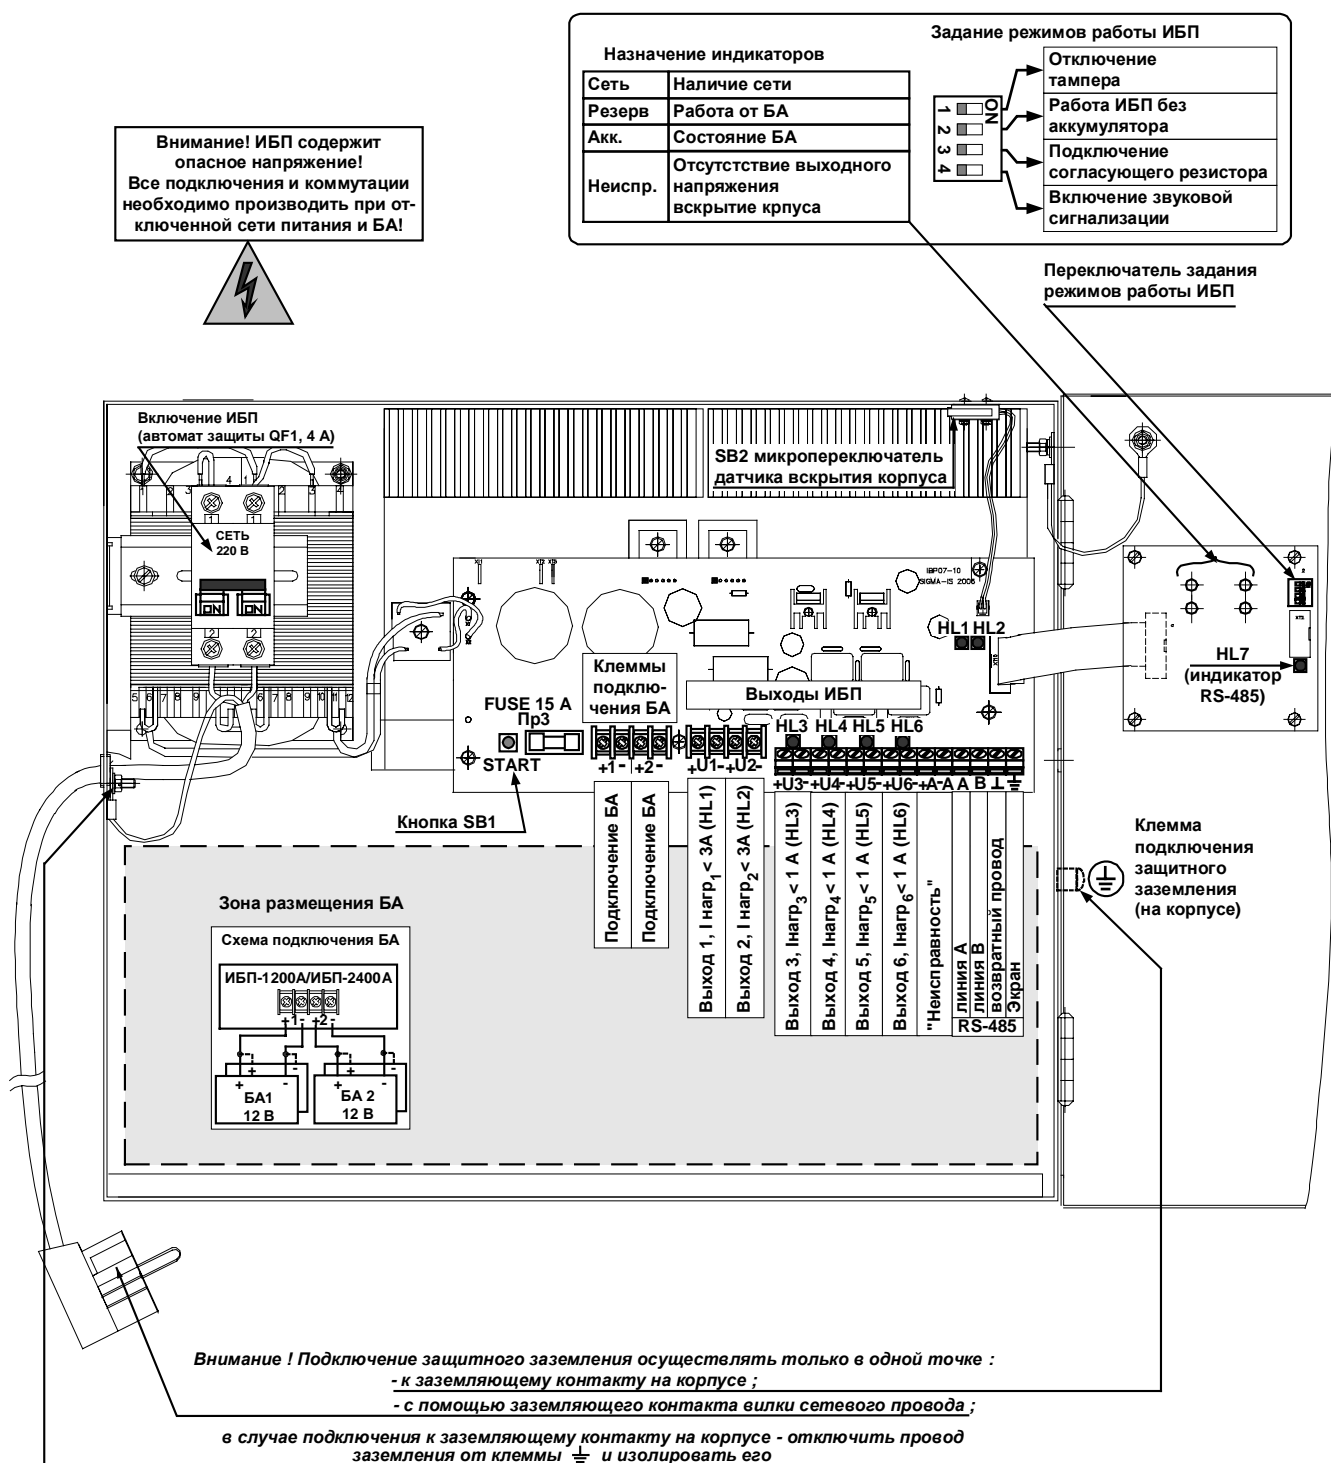

Рис. 2 Внешний вид ИБП с открытой дверью
Внешний вид ИБП с открытой дверью представлен на Рис. 2. Корпус блока имеет вентиляционные отверстия для отвода тепла. Внутри корпуса установлены вентиляторы для принудительного отвода тепла. На автомате защиты QF1 расположен тумблер включения «Сеть 220 В». На боковых поверхностях корпуса имеются отверстия, через одно из которых пропускается кабель подключения сети «220 В», а через другие – провода линий выходного напряжения и контроля за состоянием БА.
Справа на боковой поверхности корпуса расположен винт для подключения защитного заземления (см. Рис. 2).
6.4.6. Корпус ИБП должен быть обязательно заземлен! Подключение заземления ИБП производится медным проводом сечением не менее $1,5 \text{ мм}^2$ к винту на правой стороне корпуса или с помощью сетевой вилки с заземляющим контактом, вывод от которого присоединен к клемме заземления Рис. 2. В случае подключения заземления к винту корпуса – отключить провод заземления от клеммы \perp и изолировать его.